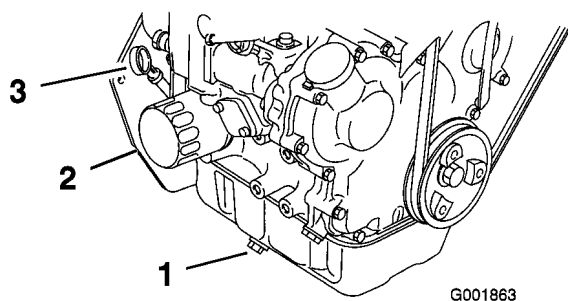

Figura 46
5. Collocate una bacinella sotto lo spurgo dell'olio. Togliete il tappo di spurgo e lasciate defluire tutto l'olio (Figura 46).